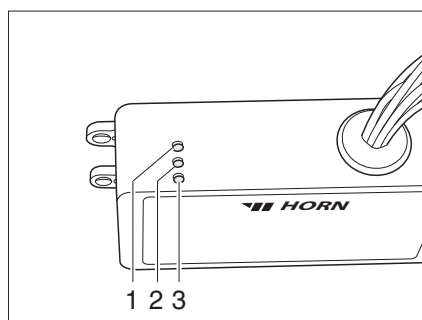

Fig. 175 Régulateur
Le régulateur (Fig. 175) est monté dans la penderie. Les voyants de contrôle qui se trouvent sur le régulateur ont la signification suivante :
- Le voyant de contrôle (Fig. 175,2) s'allume en vert : Régulateur en marche.
- Le voyant de contrôle (Fig. 175,1) s'allume en rouge : Le réservoir d'eaux usées est chauffé.
- Le voyant de contrôle (Fig. 175,3) s'allume en rouge : Les conduites des eaux usées sont chauffées.